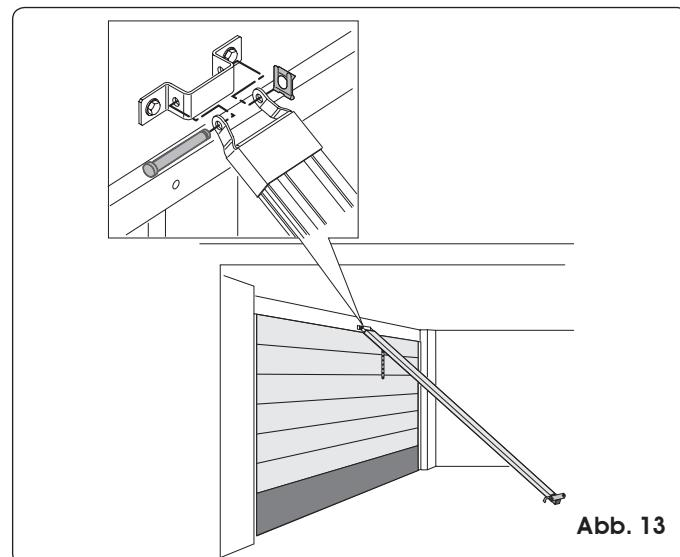

Abb. 13
- 7) Die vordere Führung vom Kupplungsstück heben und das Kupplungsstück mit dem Befestigungsbügel montieren. Dabei sind der entsprechende Stift und Klammer zu verwenden (Abb. 13).